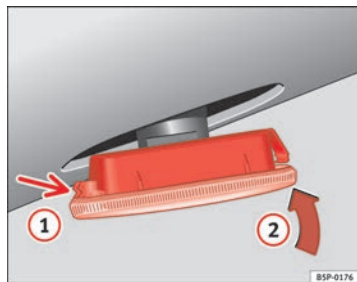

Fig. 189 Intermitente lateral
- Coloque el intermitente en primer lugar en el orificio de la carrocería, encajando las pestañas ⇒ fig. 189, flecha ①.
- Encaje la lámpara como indica la flecha ② ⇒ fig. 189. ■